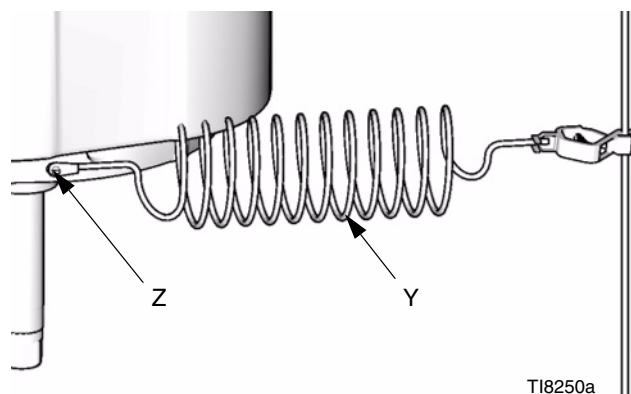

FIG. 1
Pump: Använd en skruv (Z) och låsbricka på motorn för att fästa markkabel 244524 (Y). Spänn fast skruven ordentligt. Anslut andra änden av jordledningen till en god jordpunkt. Se FIG. 1.